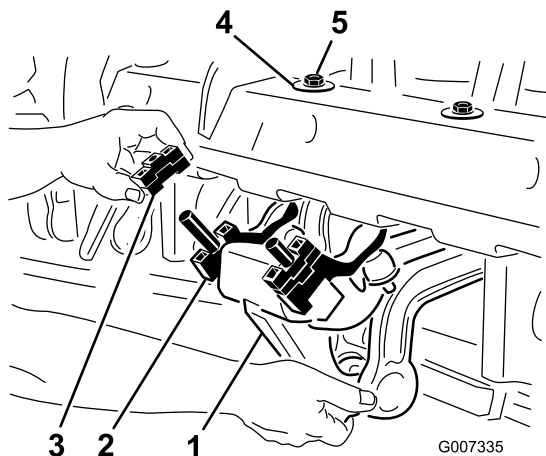

図 22
1. ロタリンク・ダンパ・アセンブリをコアリング・ヘッドのフレーム下側に固定している 1/2 in ロックナット（2個）を外す（図 22）。
2. ダンパ・アセンブリを外してスペーサが見えるようにする（図 22）。
4. 下ダンパ・アセンブリをコアリング・ヘッドのフレームに組み付ける。D ワッシャを、図 22 のようにコアリング・ヘッドのフレームに取り付けること。ロック・ナット（2個）を締め付ける。